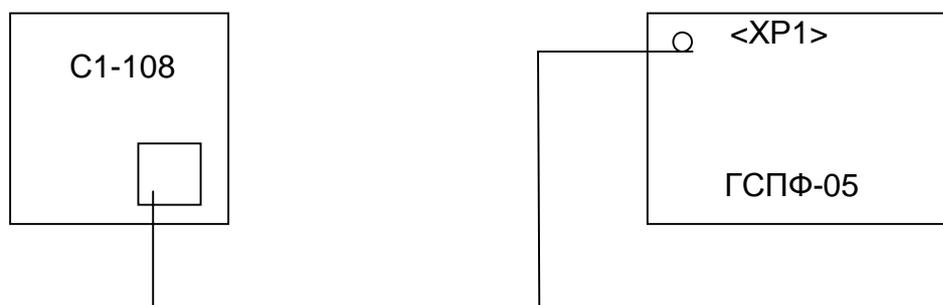

Рис. 7. 10
7.5.3.8.1 Собирается измерительная схема так, как показано на Рис. 7. 10.